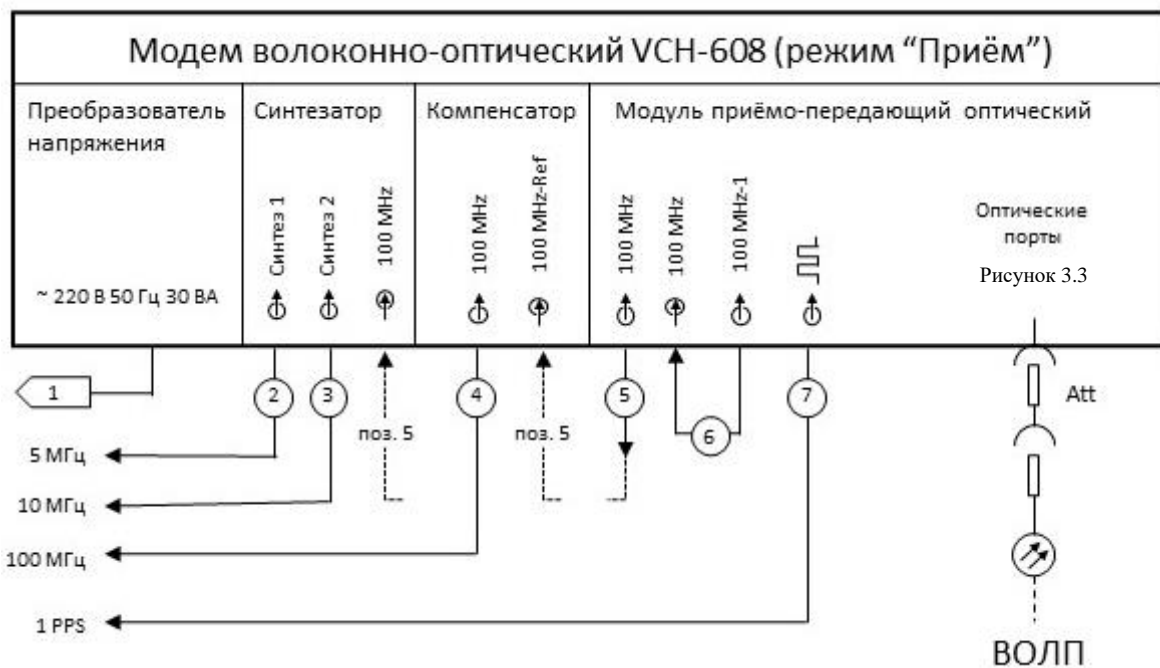

Рисунок 3.10 – Работа модема в режиме «Приём»
3.5.3 Режим «Приём» (Рисунок 3.10)